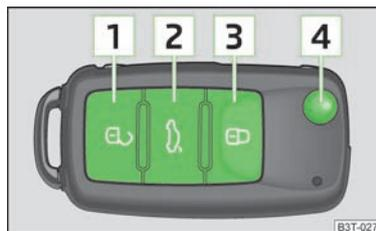

Fig. 13
► Pressione o botão [2] » Fig. 13 durante aproximadamente 0,5 segundos. Mais informações » Página 42.
► Pressione o botão [2] » Fig. 13 durante aproximadamente 1 segundo. Mais informações » Página 42.
► Pressione o botão [2] » Fig. 13 durante aproximadamente 1 segundo. Mais informações » Página 43.
► Pressione o botão [2] » Fig. 13 durante aproximadamente 1 segundo. Mais informações » Página 46.